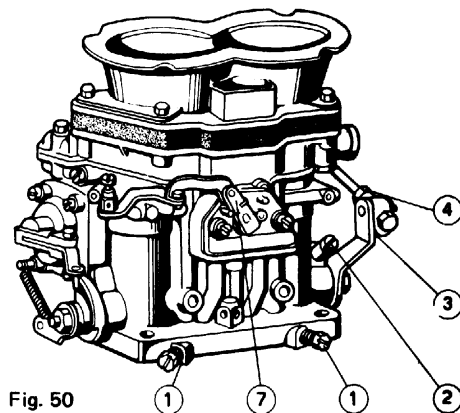

Fig. 50
- Con il motore in moto al minimo e alla temperatura normale di funzionamento e con le parti meccaniche ed elettriche efficienti, staccare il collegamento tra la tiranteria azionata dal pedale acceleratore e il sistema di comando che collega i vare carburatori: questo viene fatto per togliere il carico delle molle aggiunte per il ritorno dell'acceleratore (fig. 50 n. 4).
- Avec moteur en fonction au ralenti et à la température normale de fonctionnement et avec les parties mécaniques et électriques efficaces, détacher la liaison entre les tirants actionnés par la pédale accélérateur et le système de commande qui relie les divers carburateurs: cela doit être effectué pour éliminer la charge des ressorts supplémentaires pour le retour de l'accélérateur (fig. 50 n. 4).
- Mit Motor im Leerlauf und normaler Betriebstemperatur, sowie bei einwandfreien mechanischen und elektrischen Teilen, die Verbindung zwischen Gasgestaenge und dem Steuersystem, welches die verschiedenen Vergaser verbindet, auskuppeln: dies wird gemacht, um die Belastung der Zusatzfedern fuer den Ruecklauf des Gashebels, zu reduzieren (Abb. 50 - Nr. 4).
- Regolare le viti registro miscela (fig. 50 n. 1) dei carburatori con una apertura uniforme per un funzionamento corretto del motore: eventualmente provare a togliere l'accensione, successivamente, ad una candela per volta osservando sul contagiri se la diminuzione di regime è uguale per ogni cilindro.
- Posizionare accuratamente le viti registro farfalla (fig. 50 n. 2) dei carburatori rimanenti affinché entrino in contatto con le appendici di arresto delle proprie leve senza provocare un aumento del regime di rotazione.
- Collegare il comando acceleratore (fig. 50 n. 4) della vettura, dare qualche accelerata e ricontrattare i carburatori col sincronizzatore.
- Régler les vis réglage mélange (fig. 50 n. 1) des carburateurs moyennant une ouverture uniforme en vue d'un fonctionnement correct du moteur: essayer éventuellement d'enlever l'allumage à une bougie à la fois, en observant sur le compteur si la diminution de régime est la même pour tous les cylindres.
- Positionner soigneusement les vis réglage papillon (fig. 50 n. 2) des carburateurs restants, afin qu'elles entrent en contact avec les appendices d'arrêt de leurs propres leviers sans provoquer une augmentation du régime de rotation.
- Relier la commande accélérateur (fig. 50 n. 4) de la voiture, donner quelques coups d'accélération et recontrôler les carburateurs avec le synchronisateur.